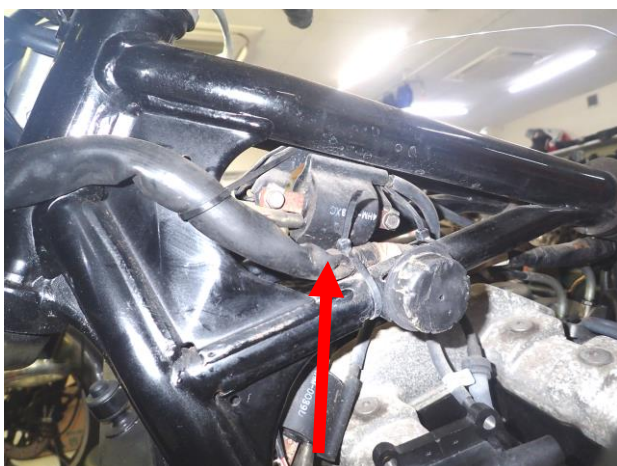

図1、ノーマルコイルの取り外し(4HM1～4HMD)
- ①シート、右サイドカバー、ガソリンタンクを外しノーマルイグニッションコイル、イグナイタユニットを取外して下さい(図1、2、3)。